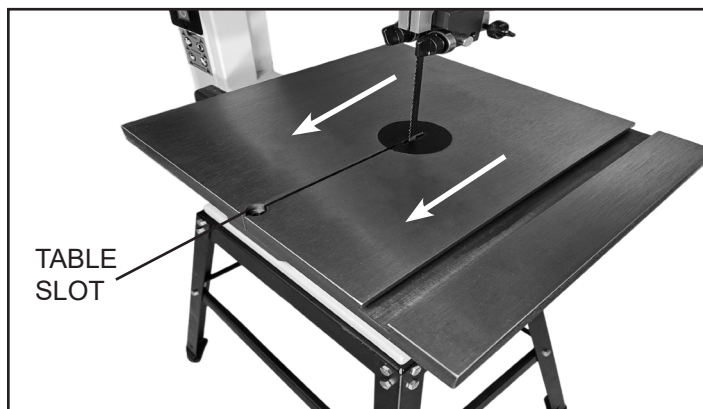

FIGURE 1
1. Faire le montage de la table (Pièce #124) sur le tourillon. Faites cette manœuvre à partir de l'arrière de la machine, de sorte qu'il soit plus facile d'aligner la lame pré-installée dans la fente de la table. FIG. 1.